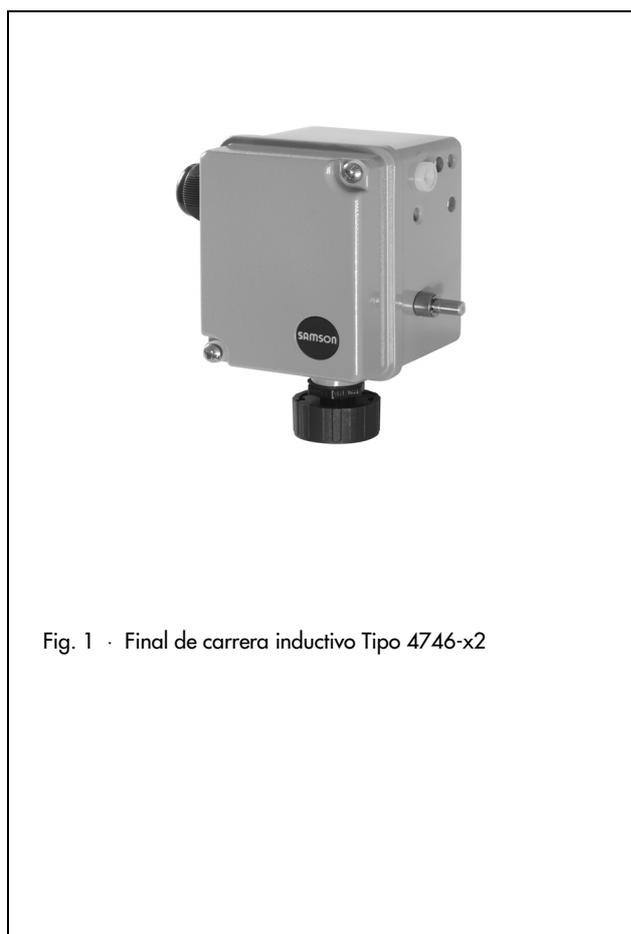

Fig. 1 · Final de carrera inductivo Tipo 4746-x2
**Tipo 4746-x2** (Fig. 1) · final de carrera inductivo con sensor sin contacto, a través de bandera metálica y detector de ranura (según EN 60 947-5-6).